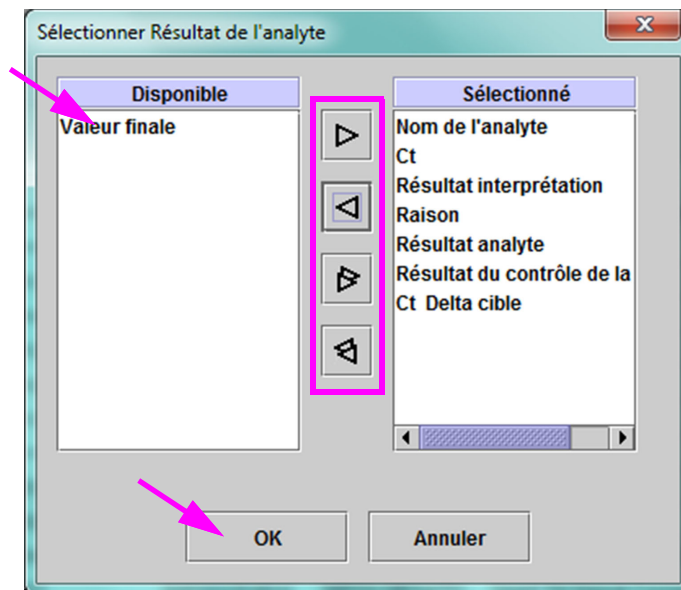

Figure 5-58. Boîte de dialogue Select Analyte Result (Sélectionner le Résultat de l'analyte)
- Le bouton **Analyte Result (Résultat de l'analyte)** permet à l'utilisateur de sélectionner des informations spécifiques pour inclure la section du résultat de l'analyte dans le rapport (Figure 5-58).